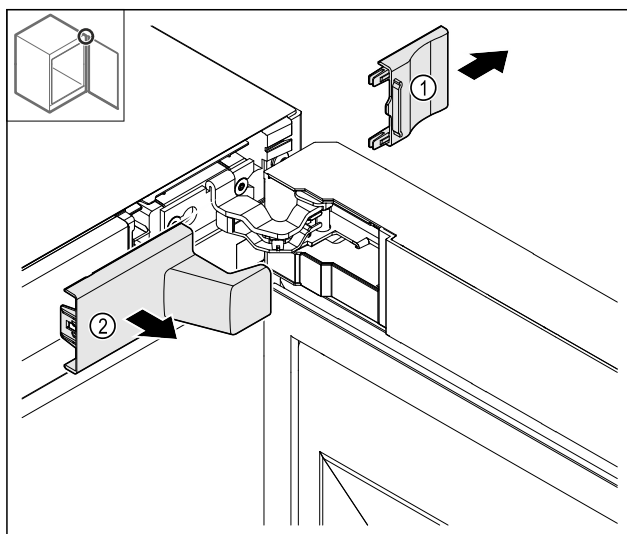

Fig. 14
- Odstráňte kryt Fig. 14 (1) a potom Fig. 14 (2).